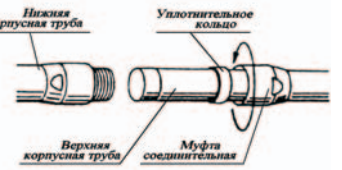

Рис. 3
2.1 Соберите корпус антенны, соединив корпусные трубы. Закрепите соединения, используя уплотнительные кольца и соединительные муфты (рис. 3, 4).